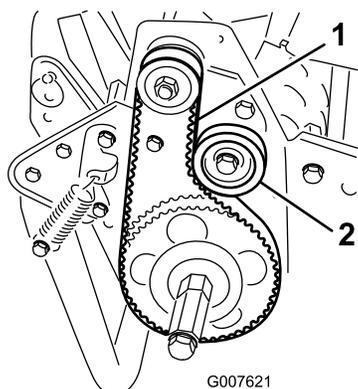

Figura 31
2. Verificate la tensione premendo sulla cinghia (Figura 31) al centro tra le pulegge, applicando una forza di 1,8–2,3 kg. La cinghia deve curvarsi di 6 mm.
- A. Allentate il dado di fissaggio della puleggia tendicinghia e ruotate la puleggia in senso orario verso il retro della cinghia, fino a ottenere la tensione desiderata (Figura 31).